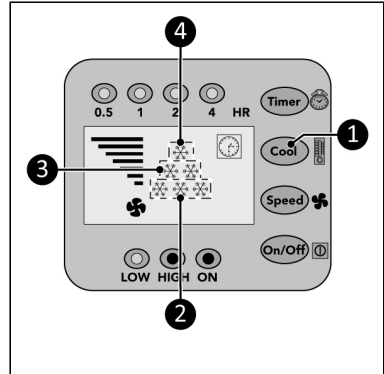

Abbildung 46.
1. Drücken Sie die Kühltaste (Abbildung 46, Pos. 1) wiederholt, um die gewünschte Umgebungstemperatur einzustellen:
- 28 °C, die Anzeige zeigt 1 Kühlanzeige an (Abbildung 46, Pos. 3).
- 25 °C, die Anzeige zeigt 2 Kühlanzeigen an (Abbildung 46, Pos. 3).
- 22 °C, die Anzeige zeigt 3 Kühlanzeigen, an (Abbildung 46, Pos. 2).
- <22 °C, die Anzeige zeigt 6 Kühlanzeigen an (Abbildung 46, Pos. 2, 3 und 4).